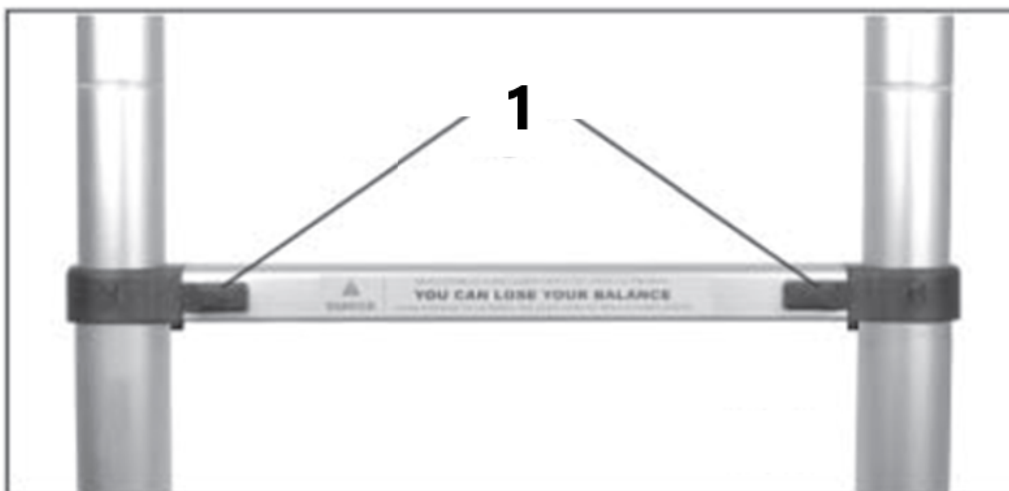

Figura 1.
Para plegar la escalera telescópica a su posición cerrada, presione las palancas de bloqueo (3) juntas simultáneamente (Figura 1 arriba) y suéltelas.